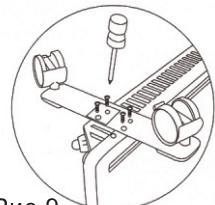

Рис.9
3. приложить планку опорной ножки к месту крепления на конвекторе так, чтобы выпуклая часть планки прилегала плотно к корпусу конвектора и находилась ближе к его задней стенке, винтовые отверстия должны совпасть (рис. 9).